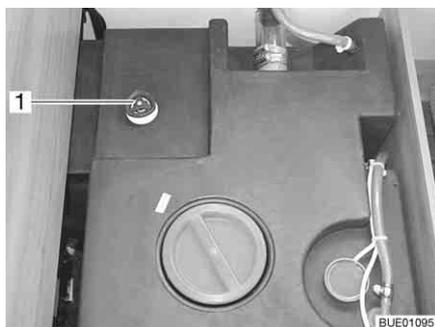

Fig. 226 Depósito de agua con tirador giratorio
- Girar el tirador giratorio (Fig. 226,1) sobre el depósito de agua en sentido de las agujas del reloj, hasta el tope.
- Girar el tirador giratorio (Fig. 226,1) sobre el depósito de agua en sentido contrario a las agujas del reloj, hasta sentir resistencia. El agua se saldrá hasta 60 litros.